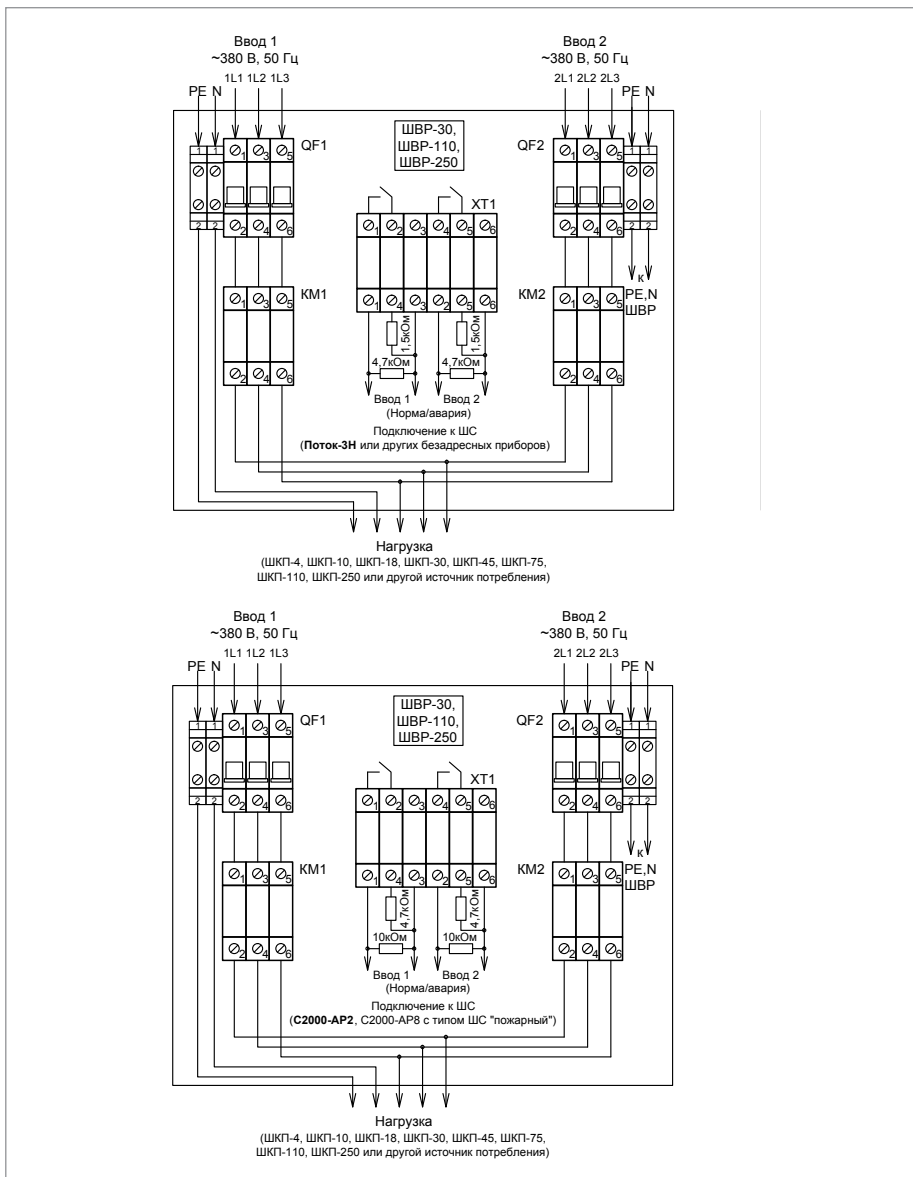

Рисунок 8. Схема подключения шкафов ввода резерва «ШВР-30», «ШВР-110», «ШВР-250»
2. Подключение соединительных линий выполняйте в соответствии с проектной документацией и схемой на Рисунок 8.